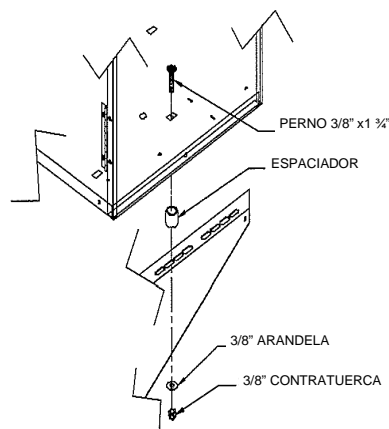

Figura 17
- 6- Insertar los espaciadores entre la base del generador y los orificios de los soportes. Escoger los orificios adecuados para centrar correctamente el generador. Asegurar el generador a los soportes utilizando pernos de 1 3/4", arandelas y contratueras (Figura 17).